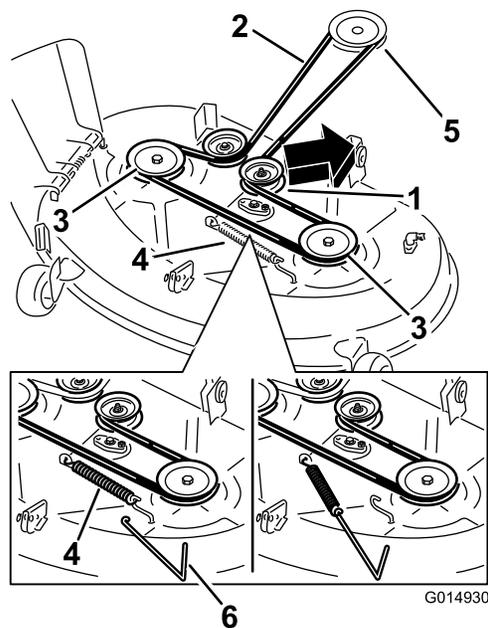
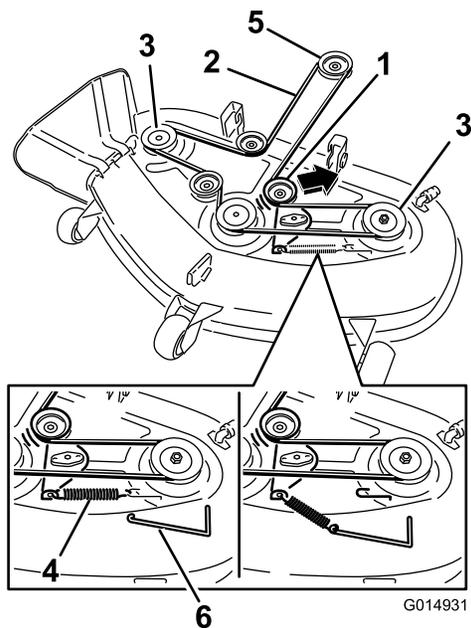

Figura 74
Figura 75
6. Utilizzando un attrezzo per la rimozione delle molle, (n. cat. Toro 92-5771), rimuovete la molla del tendicinghia dal gancio del piatto di taglio per eliminare la tensione sulla puleggia tendicinghia e fate scorrere via la cinghia dalle pulegge (Figura 74 e Figura 75).
- Montate la nuova cinghia attorno alla puleggia del motore e a quelle del tosaerba (Figura 75).
- Servendovi di un attrezzo per la rimozione delle molle, agganciate la molla di rinvio al gancio del piatto di taglio per mettere in tensione la puleggia tendicinghia e la cinghia (Figura 74 e Figura 75).